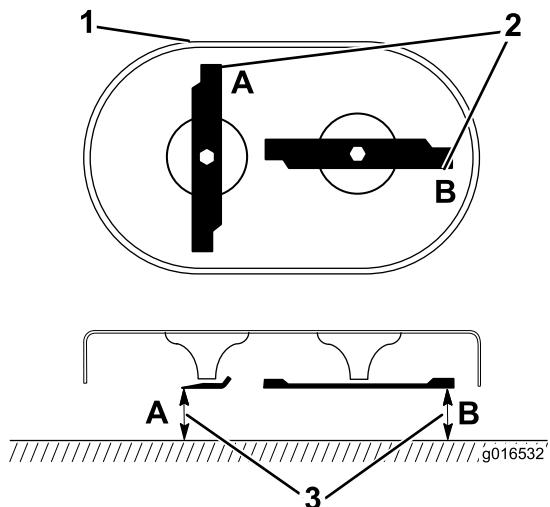

Рисунок 42
- Поверните ножи, пока они не окажутся в положении, показанном на рис. Рисунок 42.
- Измерьте от ровной поверхности до режущих кромок в местах А и В (Рисунок 42) и запишите оба результата измерения.